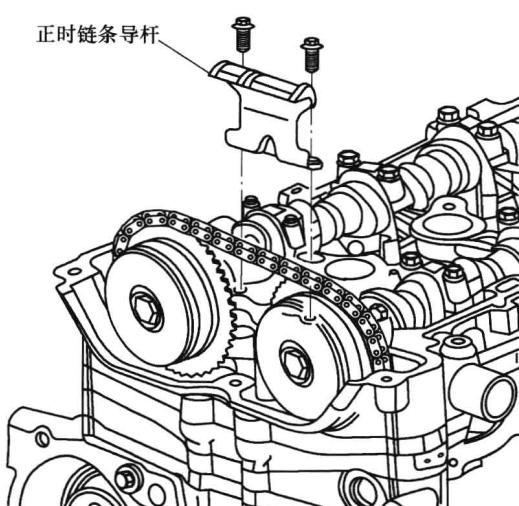

图 1-12 正时链条导杆
- (1) 拆下上正时链条导杆螺栓。
- (2) 拆下正时链条导杆，如图 1-12 所示。